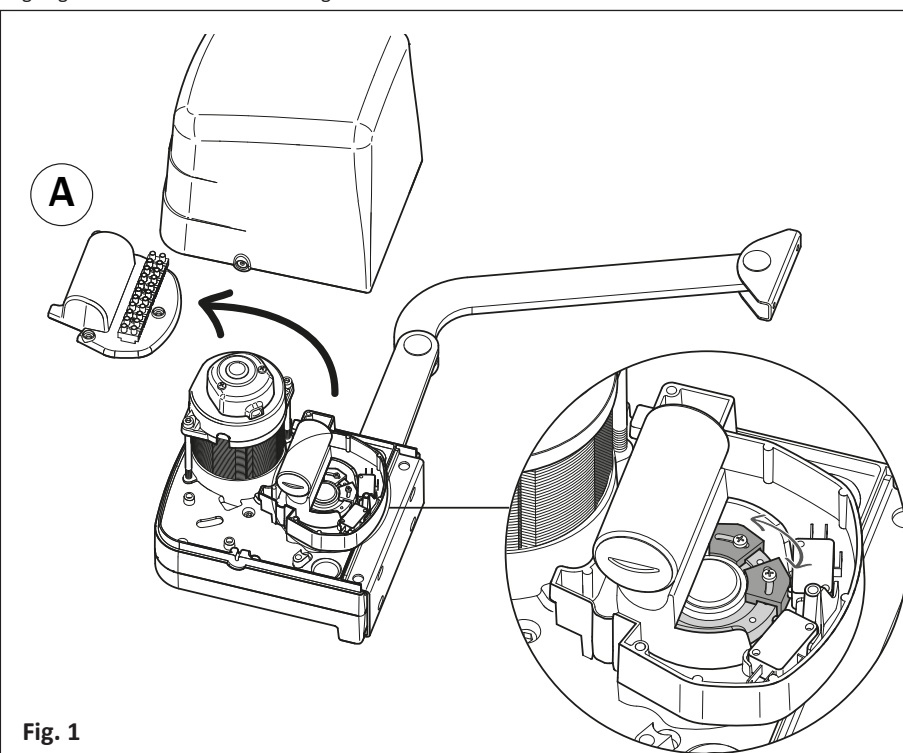

Fig. 1
- Den Deckel des Motors und die Kondensatorabdeckung entfernen (Abb. 1).
- Retirer le carter du moteur et le cache-condensateur (fig. 1).
- Retire la tapa del motor y la cubierta del condensador (fig. 1).